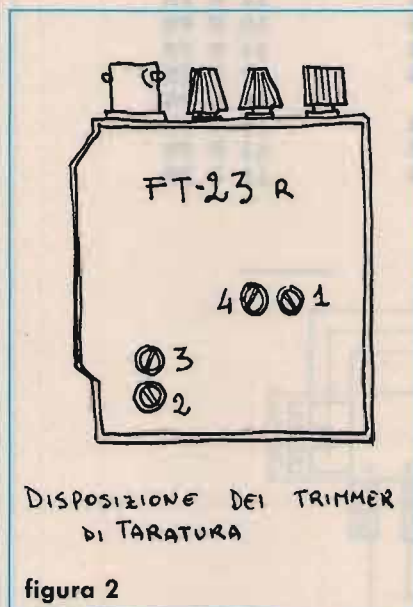

figura 2
- 1) (vedi figura 2) regola la preamplificazione microfonica (VR04);